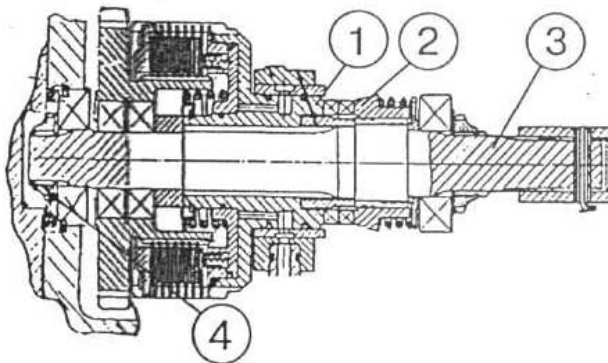

Рисунок 5.63
3) при установке вала (3) (**рисунок 5.63**) следите, чтобы его шлицы были совмещены со шлицами полумуфты (2) и барабана (1).